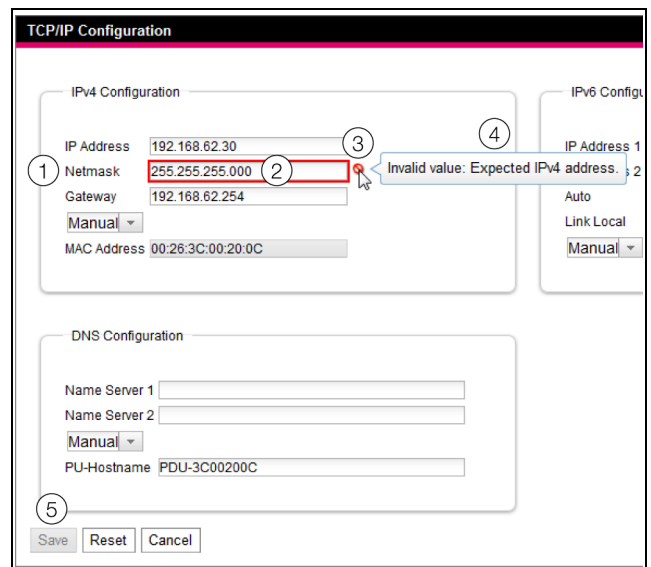

Imagen 25: Indicación de una entrada errónea
- Tras introducir una entrada errónea (imagen 25, pos. 2) en el campo **Netmask** (imagen 25, pos. 1) aparece un «símbolo de prohibición» rojo (imagen 25, pos. 3).
- Si coloca el puntero del ratón sobre el símbolo de prohibición, aparece la notificación con informaciones adicionales sobre el error (imagen 25, pos. 4).
- El botón **Save** se encuentra desactivado (imagen 25, pos. 5), haciendo imposible el almacenaje de los valores actuales introducidos.